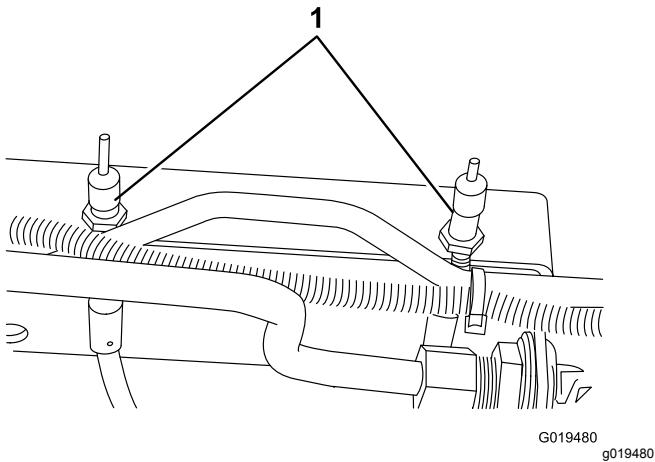

Figura 70
2. Para reduzir a folga dos pedais dos travões, aperte os travões desapertando a porca dianteira que se encontra na extremidade roscada do cabo dos travões (Figura 70). Aperte a porca traseira para deslocar o cabo para trás até que os pedais dos travões apresentem uma folga de 1,2 a 2,5 cm. Aperte as porcas dianteiras depois de os travões estarem corretamente ajustados.